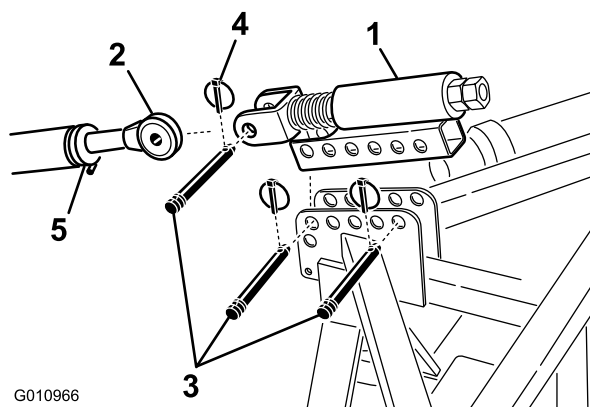

Figura 9
1. Monte a articulação superior com mola no suporte do arejador com dois pinos de articulação e pinos de sujeição (Figura 9).
2. Desaperte a porca de bloqueio na articulação superior da unidade de tração. Ajuste o comprimento da articulação superior até ficar alinhada com o contrapino na articulação superior com mola do arejador (Figura 9).
3. Ligue a articulação superior da unidade de tração ao contrapino na articulação superior com mola e fixe-a com um pino de articulação e um pino de sujeição (Figura 9).
6. Rode a articulação superior até a mola ficar comprimida aproximadamente 13 mm (Figura 9).